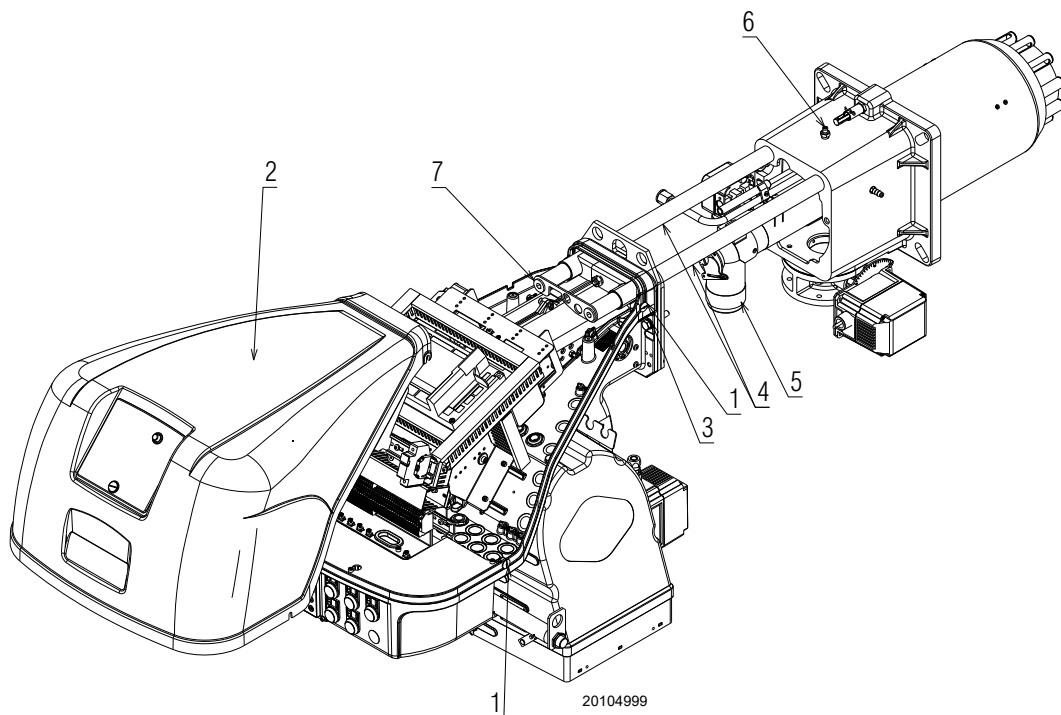

Fig. 35
S'assurer que les trous de sortie de gaz pour la phase d'allumage, présents dans le distributeur de la tête de combustion, soient libres d'impuretés et de dépôts de rouille. En cas de doute, démonter le coude (Fig. 35 à la page 37).
- Desserrer les 4 vis 1)(Fig. 35) et déposer le capot 2) ;